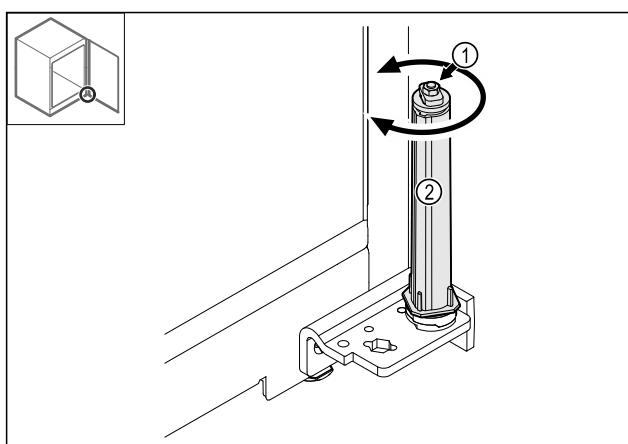

Fig. 36
- Nerozoberajte skrutkový spoj Fig. 36 (1) systému zatvárania.
- Otáčajte systém zatvárania Fig. 36 (2), kým nezazvakne.